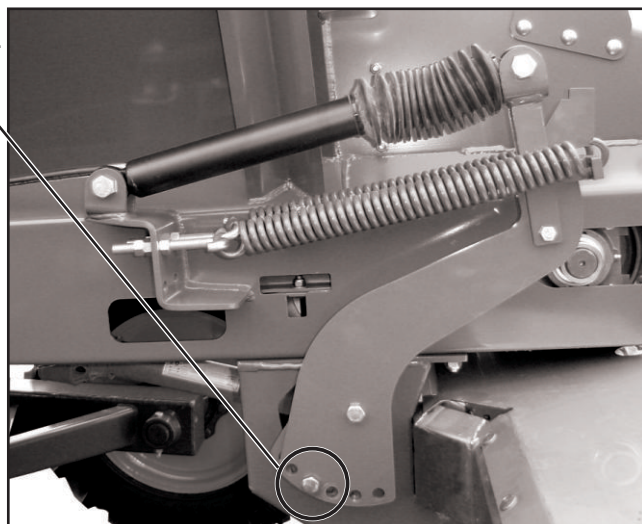

Figura 29
1) Desligue o trator e movimente a alavanca de comando a fim de retirar a pressão no Sistema Hidráulico de acionamento da roda, deixando o pneu baixado, conforme figura 27 - página 22. Em seguida, solte a porca e retire o parafuso indicado na figura 29.